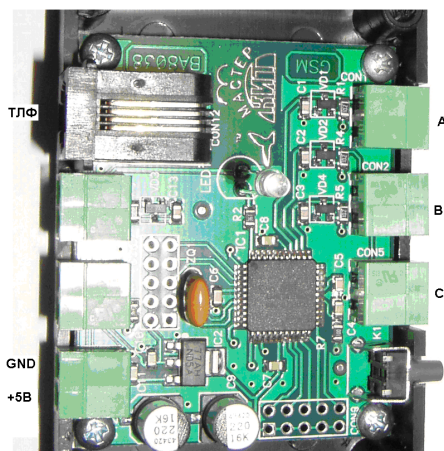

Рис. 1 Общий вид устройства (показано без верхней крышки)
5. Соедините датчики А, В, С (см. Рис.1).
6. Соедините красный положительный провод питания +5В с верхним контактом разъема питания согласно Рис.1, а черный отрицательный провод – с нижним контактом разъема питания. **Внимание! Неправильная полярность питания может повредить устройство!**
7. Нажмите кнопку «Охрана вкл.» справа внизу на Рис.1. При этом СИД начинает мигать в режиме «Ожидаяю» 20 раз (20сек на выход из помещения) и затем светит постоянно, что подтверждает переход в режим «Охраняю».
7. Отсоедините датчикА от BM8038 (верхний на Рис.1). При этом СИД начинает мигать в режиме «Ожидаяю» 10 раз (10сек реакция на событие) и затем мигает быстро в режиме «Рассылаю СМС/Звоню».
8. Соедините датчика с BM8038 (верхний на Рис.1). При этом индикатор начинает мигать в режиме «Ожидаяю» 10 раз (10сек реакция на событие) и затем мигает быстро в режиме «Рассылаю СМС/Звоню».